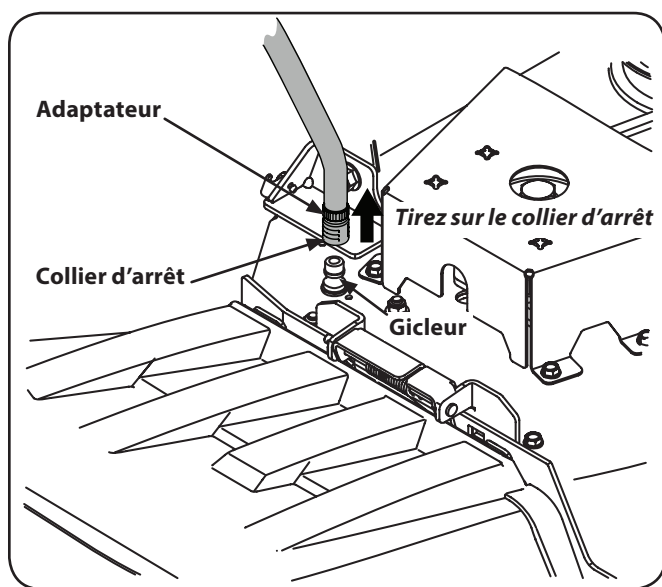

Figure 6-2
3. Tirez sur le collier d'arrêt de l'adaptateur et installez l'adaptateur sur un des gicleurs situés aux deux extrémités du plateau de coupe. Relâchez le collier d'arrêt pour fixer l'adaptateur sur le gicleur. Voir Figure 6-2.